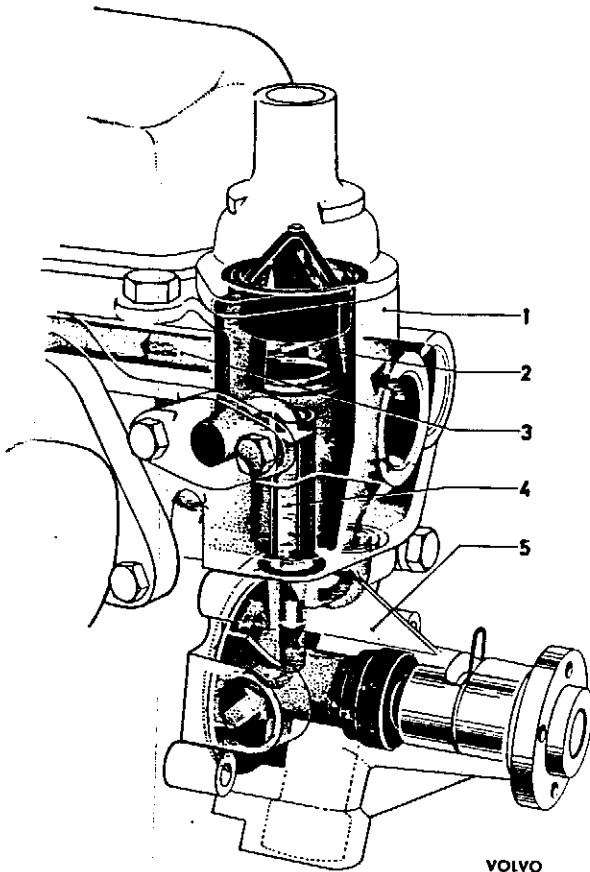
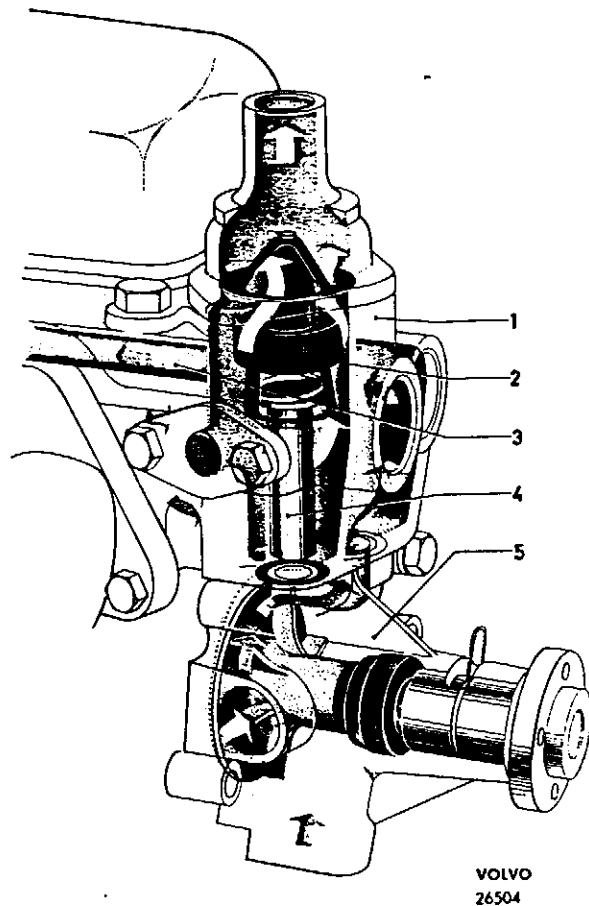

Abb. 19. Kühlwasserumlauf, geschlossener Thermostat
Abb. 20. Kühlwasserumlauf, offener Thermostat
flüssigkeit durch eine besondere Leitung (4, Abb. 19) am Kühler vorbei. Wenn der Motor seine geeignete Arbeitstemperatur erreicht hat, öffnet der Thermostat den Wasserzufluß zum Kühler (Abb. 20), wobei die federbelastete Platte auf der Unterseite des Thermostats die Vorbeileitung verschließt. Der Kühlwasserumlauf wird danach von dem Thermostat geregelt, so daß die Arbeitstemperatur des Motors im vorschriftsmäßigen Temperaturbereich gehalten wird. Durch das Verteilerrohr im Zylinderkopf (3) wird eine gleichmäßig verteilte Kühlung der heißesten Teile des Zylinderkopfes erreicht. Auch der Teil um die Zündkerzen wird abgekühlt und dadurch auf gleichmäßiger Temperatur gehalten. Der Kühlwasserkreislauf um die Zylinderwände erfolgt durch Wärmeumlaufkühlung.